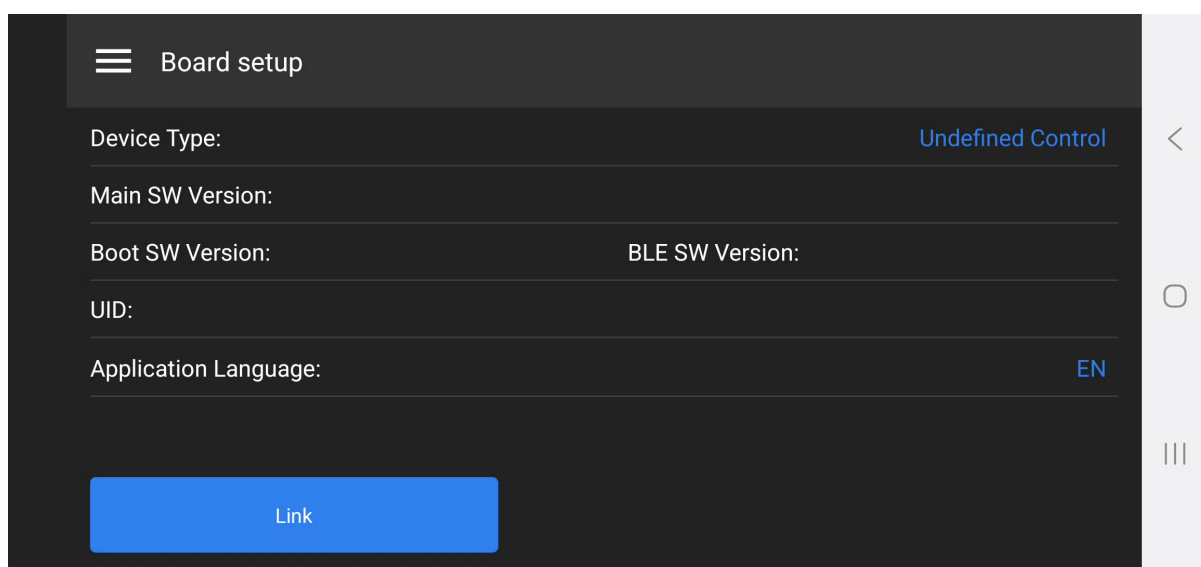

Рис. 2: Экран Board Setup при отключенном Пульте
2. В разделе Application Language (см. рис. 2) выберите значение из доступных языков: русский, английский, китайский, (изначально язык интерфейса определяется автоматически по языковым настройкам на смартфоне).
4. Перейдите в меню Board Setup (см. рис. 2 на предшествующей странице) или Layers (Страницы) (см. рис. 31 на с. 44)